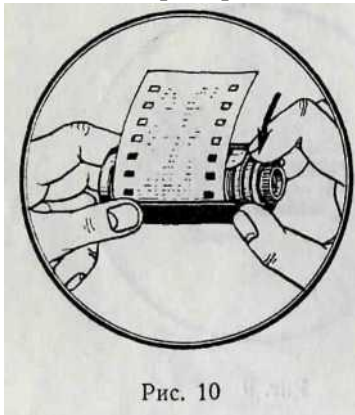

Рис. 10
5. Закрывать кассету, повернув внутренний стакан против часовой стрелки (рис. 10) до щелчка; после этого стаканы не должны проворачиваться и в середине выреза должна быть надпись «закр.». Дальнейшие операции производятся на свету.